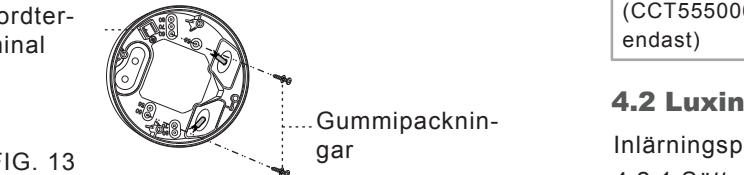

FIG. 13
- 3.4.3.3 Välj lämpliga kabelgenomgångar för att fixera kopplingsdosan på takplattans yta med 2 tråskruvar som fästs med gummipackningar (se fig. 13).